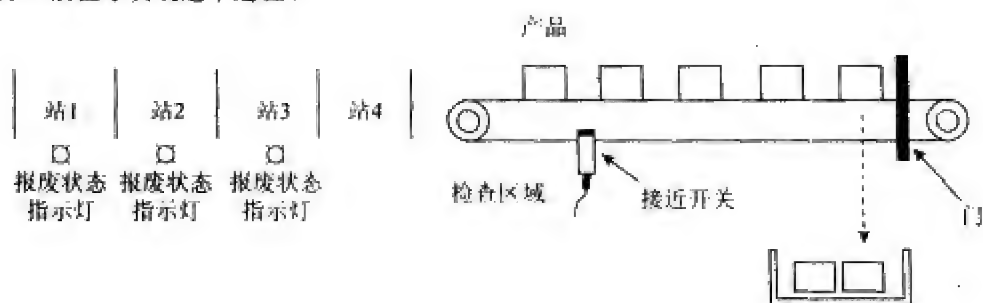

图 12-33
9. 产品连续通过一个有四个站的装配生产线, 如图 12-33 所示。产品进入检查区, 通过接近开关检测它是否存在。产品检查员对它进行检查, 如果不合格就会按下报废按钮。报废状态指示灯在站 1、站 2 和站 3 变亮, 告诉装配人员忽略此产品。当不合格的产品到达站 4